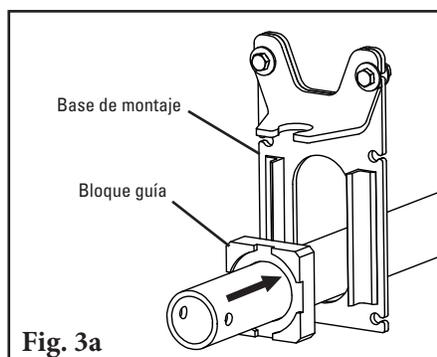
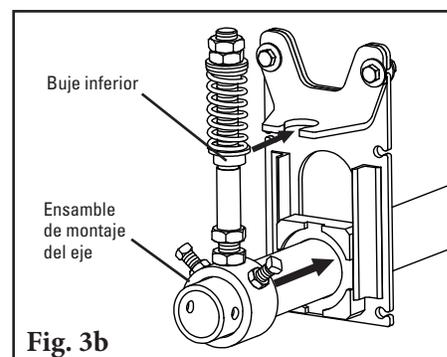

Fig. 3a
Fig. 3b
3. **Ensamble los tensores.** Deslice los bloques de guía sobre cada extremo del eje y coloque en la base de montaje como se muestra (Fig. 3a). Deslice el ensamblaje del tensor sobre cada extremo del eje y coloque el buje inferior en la base de montaje (Fig. 3b).